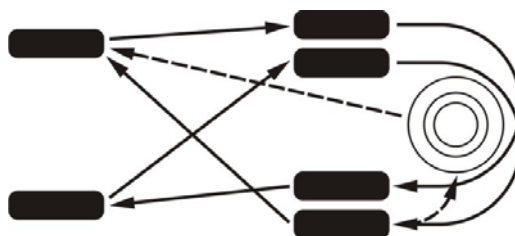

Рис. 9.9. Схема перестановки шин
– перестановку шин (рис. 9.9) следует производить по необходимости. Основанием для перестановки шин могут служить необходимость получения равномерного износа всех шин, в том числе и запасной, а также обеспечение правильного подбора шин по осям. На оси следует устанавливать шины, имеющие одинаковый износ протектора, причем более надёжные шины следует устанавливать на переднюю ось автомобиля.